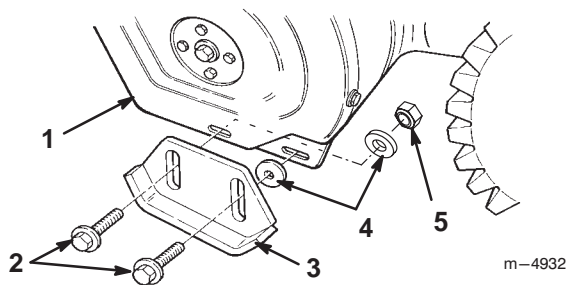

Bild 18
- Entfernen Sie die beiden Bundmutter und Flachscheiben, mit denen die Enden der Schürfleiste an den Seitenplatten befestigt sind (Bild 18).
- Bringen Sie eine Scheibe zwischen jeder Kufe und der Seitenplatte an (Bild 18). Ziehen Sie die Schrauben nicht fest.
- Bringen Sie eine Scheibe und eine Sicherungsmutter hinter der Seitenplatte (an der Innenseite) an (Bild 18). Ziehen Sie die Schrauben nicht fest.